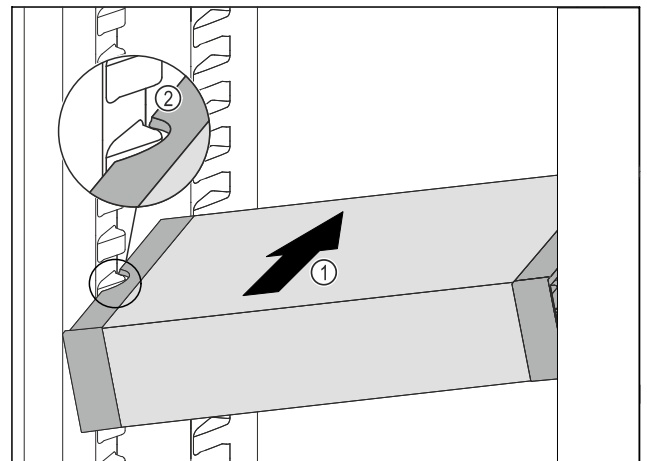

Fig. 93
- ▶ Skub VarioSafe skråt ind i kølesektionen, Fig. 93 (1) indtil udsparingerne i siden Fig. 93 (2) på VarioSafe er på niveau med beholderribben i kølesektionen.